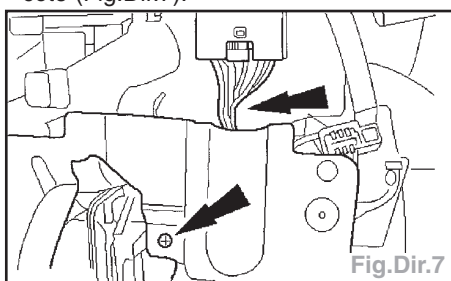

Fig.Dir.7
- Détacher la plaque d'écartement de la colonne de direction et la positionner de côté (Fig.Dir.7).
- Détacher la plaque d'écartement de la colonne de direction (Fig.Dir.7).